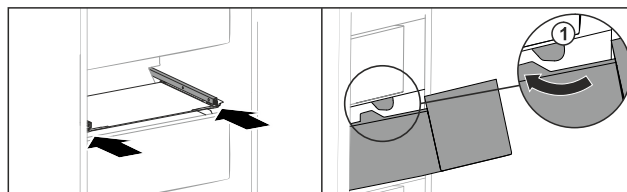

Fig. 147
- Schubfach um die Stopper Fig. 147 (1) herumführen.